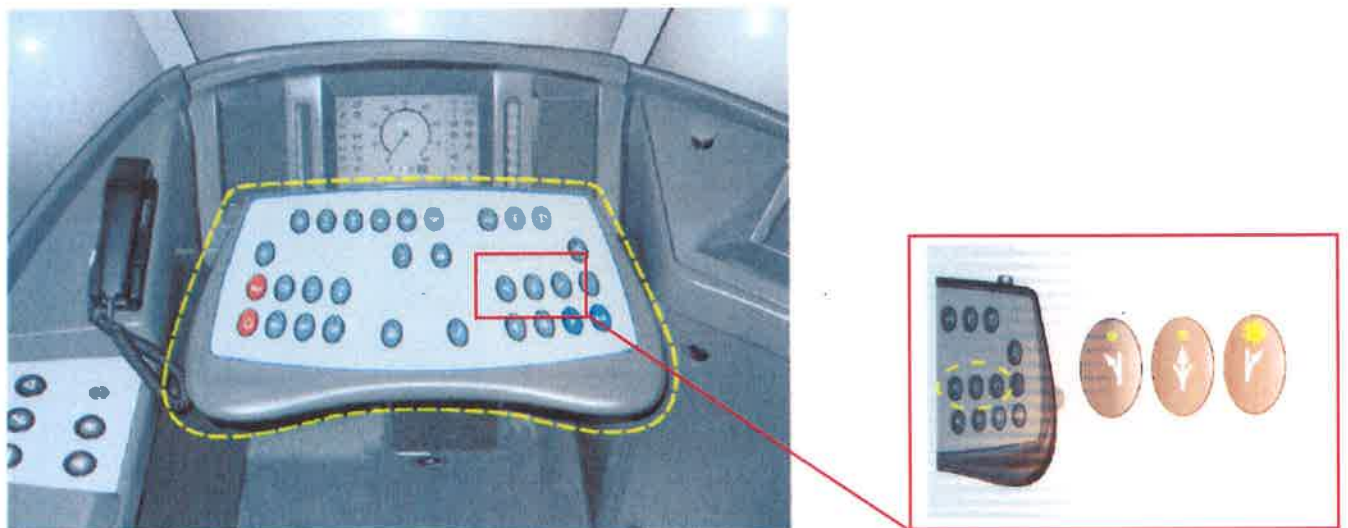

Figura 1: Console di guida e pulsanti per il comando scambi
2. nel secondo caso il conducente si avvicina alla zona scambi e, ad una distanza di circa 50m dal segnale, aziona il pulsante di comando, mantenendolo premuto fino ad arrivare presso l'antenna TransX ricevente installata sulla linea aerea; i pulsanti per il comando scambi sono inseriti nella console di guida, come evidenziato nella Figura 1: